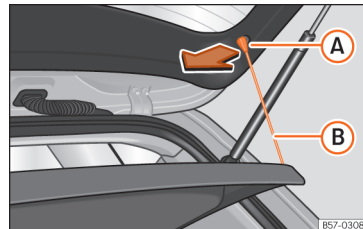

Fig. 116 Na bagageira: desmontar e montar a chapeleira.
- Desengate os tirantes de fixação »» **Fig. 116 (B)** dos alojamentos **(A)**.
- Engate os tirantes de fixação »» **Fig. 116 (B)**